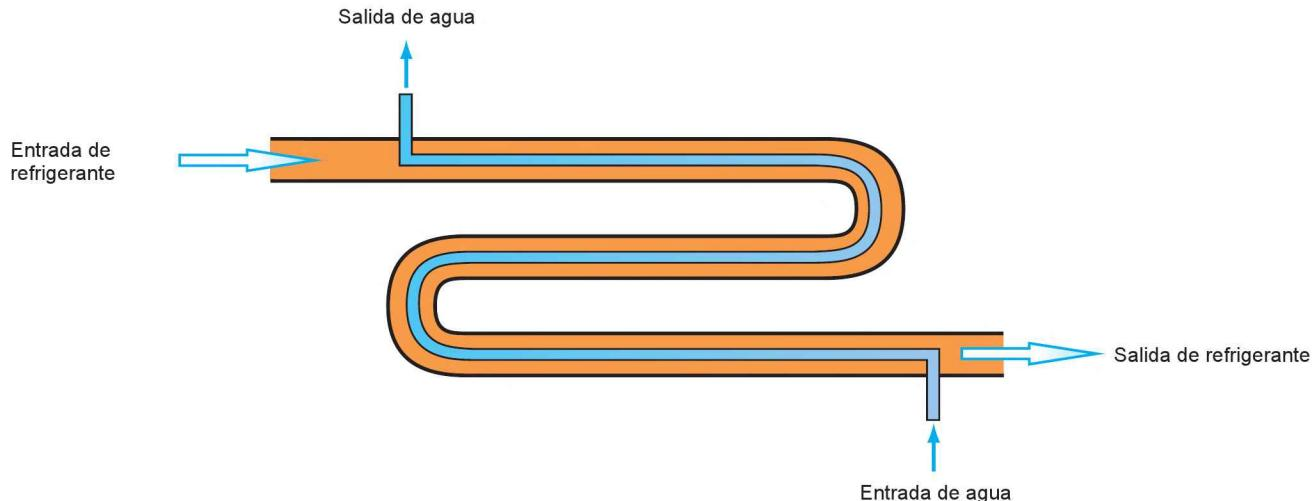

Figura 7.14. Esquema de condensador de doble tubo
- **De doble tubo.** También llamados *concéntricos* por estar construidos utilizando dos tubos de diferente diámetro que están montados conservando el mismo eje. Como puede verse en la Figura 7.14., los fluidos discurren a contracorriente y el agua se desplaza